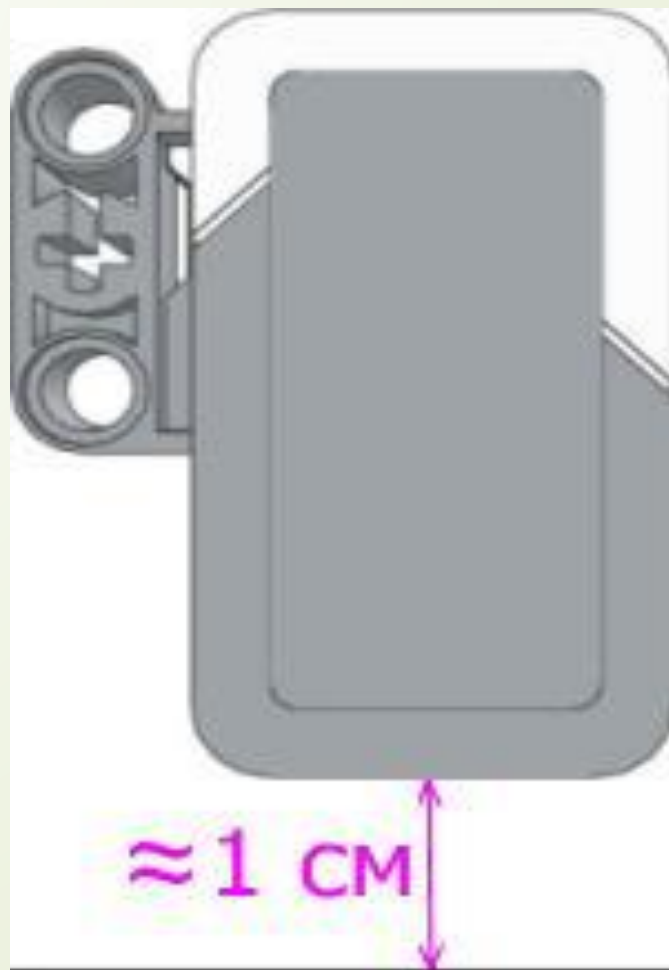

Рис. 9
- Итак, мы приступаем к изучению следующего режима работы датчика цвета, который называется "**Яркость отраженного света**". В этом режиме датчик цвета направляет поток красного света на близкорасположенный предмет или поверхность и измеряет количество отраженного света. Более темные предметы будут поглощать световой поток, поэтому датчик будет показывать меньшее значение, по сравнению с более светлыми поверхностями. Диапазон значений датчика измеряется от **0** (очень темный) до **100** (очень яркий). Данный режим работы датчика цвета используется во множестве задач по робототехнике, например, для организации движения робота по заданному маршруту вдоль черной линии, нанесенной на белое покрытие. При использовании этого режима рекомендуется располагать датчик таким образом, чтобы расстояние от него до исследуемой поверхности составляло примерно **1 см** (Рис. 9).